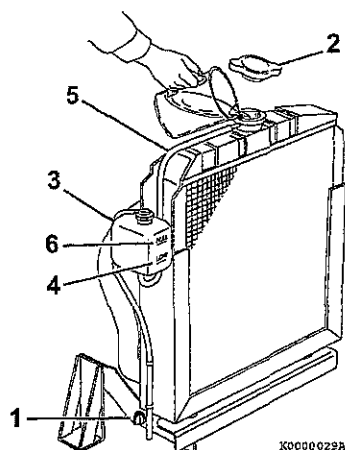
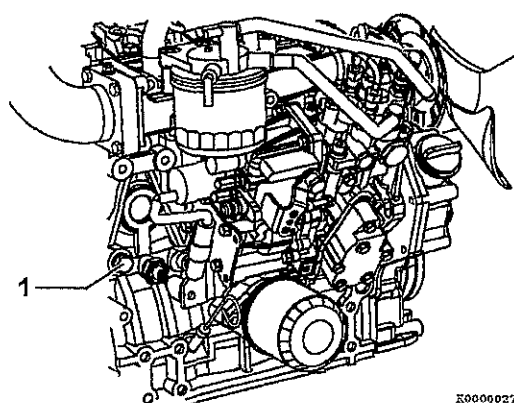
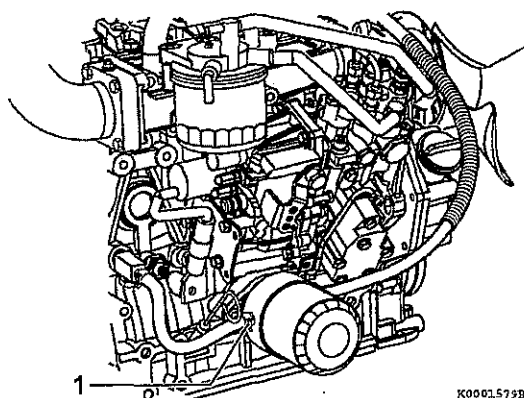

図 5
図 6
図 7
1. ラジエータの水抜きプラグが締まっているか、または水抜きコック（1, 図 5）が閉じているか確認します。また、シリンダブロックの水抜きプラグ（1, 図 6）が締まっているか、または潤滑油冷却器に冷却水ホース（1, 図 7）が取り付けられているか確認します。
2. ラジエータキャップ (2, 図 5) を取り外します。ラジエータキャップは、反時計方向に約 3 分の 1 回転回すと外れます。
4. ラジエータキャップ (2, 図 5) を締めます。ラジエータキャップ裏側のつめを、給水口の切り欠きに合わせ、押しさえながら、時計方向に約 3 分の 1 回転回してつめが当たるまで締めます。
5. サブタンク (3, 図 5) のふたを外して、LOW (COLD) 目盛り (4, 図 5) まで給水してから、ふたを閉めます。
6. サブタンク (3, 図 5) とラジエータをつなぐホース (5, 図 5) を点検して、継ぎ手部の抜け、ゆるみ、ひび割れなどの破損がないか確認します。ホースに破損があると、エンジン冷却水がサブタンクに流れずに漏れてしまいます。